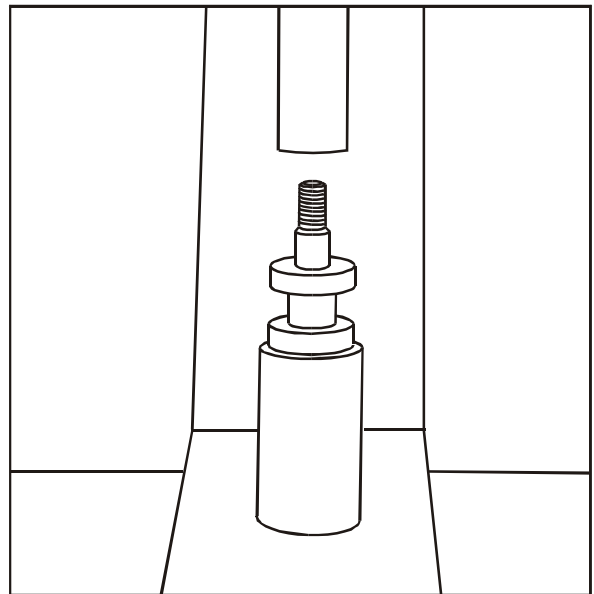

FIG 7
8. Remova o rolamento dianteiro, o espaçador e o rolamento traseiro. Para remover os rolamentos, utilize a ferramenta nº 81 30 418, com a prensa **Fig. 7**.